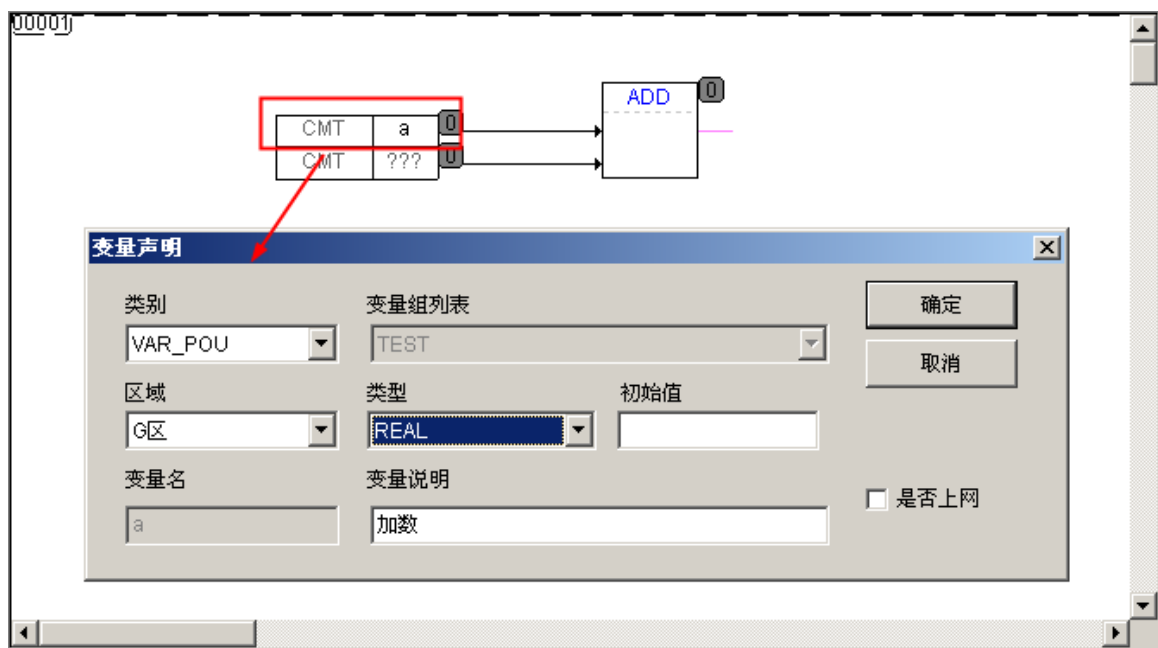

图 1.1.26 变量定义
(1) 在程序区单击鼠标右键，选择右键菜单中的“输入元件”命令，这时，在程序区添加了一个输入元件。
(2) 单击输入元件的右侧引脚，按住鼠标左键不放，拖动连接到 **ADD** 块的左侧第一个引脚处，释放鼠标左键，形成连接线。
(3) 双击输入元件的“???”区域，输入字母 **a**，然后单击软件界面的空白处，弹出“变量声明”对话框，如图 1.1.26 所示。
(4) 单击“类型”旁边的  按钮，选择“其他类型”后，在打开的“类型管理器”选择“类型”为 **REAL**，单击“确定”按钮后关闭类型管理器，单击“变量声明”对话框中的“确定”按钮，完成变量 **a** 的定义。